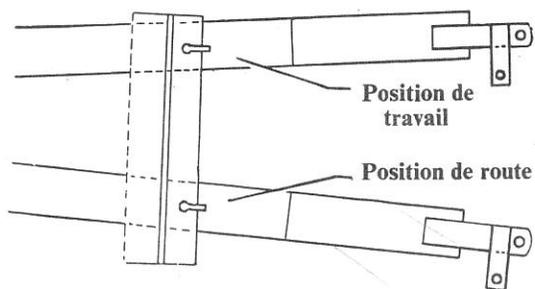
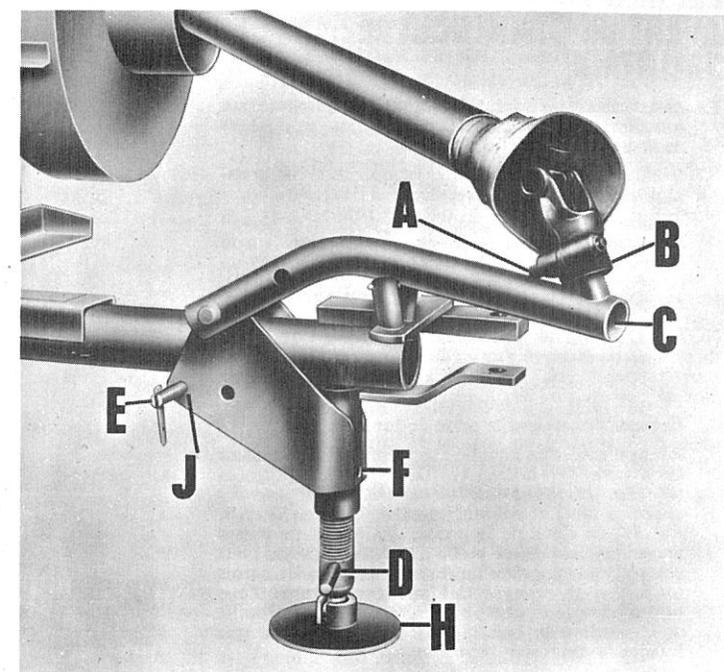
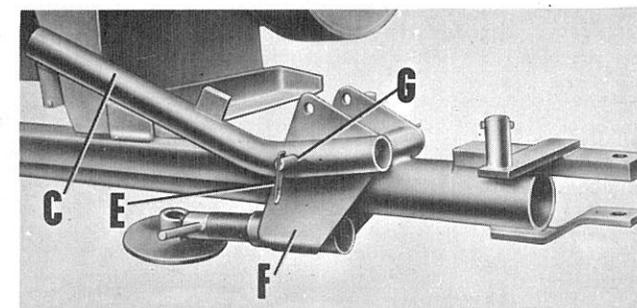

Fig. 9. Positions de travail et de route de la barre d'attelage de la presse.
Fig. 11. Adaption du cric de la presse.
Fig. 12. Adaption du cric de la presse.
La presse comporte une barre d'attelage pivotante à deux positions dont l'usage est indiqué par la Fig. 9. La position de route permet à la presse de s'aligner derrière le tracteur et de passer facilement à travers les portes et les chemins étroits.
1. Avant de transférer la barre d'attelage de la presse de sa position de route à sa position de travail, il faut retirer l'extrémité de l'arbre de prise de force du tenon (D, Fig. 11) où elle est accrochée pour le transport et la laisser libre.
4. La barre d'attelage de la presse étant en position de travail (voir Fig. 9), attacher la presse au tracteur au moyen du cric (voir Fig. 12 et instructions de la page 11) pour porter la barre à la hauteur voulue et fixer par une broche d'attelage.
6. Enfoncer la goupille à ressort (A, Fig. 11) et ajuster le joint universel (B, Fig. 11) sur l'arbre de la prise de force du tracteur (C, Fig. 11) pour laisser la goupille (A, Fig. 11) rejaillir en position de verrouillage.
7. Pour assurer la sécurité en cours de route, accrocher l'arbre de commande de la prise de force au tenon sur le tube rallonge (C, Fig. 11) qui est fixé au support de cric (F, Fig. 11) à l'avant du timon.
Pour l'accrocher, enfoncer la broche à dégagement instantané (A, Fig. 11) et adapter l'arbre à cardan sur le tenon du tube rallonge (C, Fig. 11) en permettant la broche (A, Fig. 11) de se verrouiller.
La presse est pourvue d'un cric réglable tel que représenté à la Fig. 11. Pour atteler la presse au tracteur, régler la hauteur du timon de la presse en tournant la manivelle (D, Fig. 11). Après avoir obtenu la hauteur désirée, attacher le timon au tracteur au moyen d'une broche d'attelage. Une fois la presse attelée au tracteur, enlever la broche de fixation (E, Fig. 11), basculer vers l'arrière le cric jusqu'à ce que la semelle (H, Fig. 11) soit pliée sous le timon tel qu'illustré à la Fig. 12.
Pivoter en arrière le tube support (C, Fig. 12) jusqu'à ce que les trous dans le support de cric (F, Fig. 12) et du tube support (C, Fig. 12) sont alignés. Introduire à travers les trous (G, Fig. 12) la broche de fixation (E, Fig. 12) pour maintenir en position.
Pour dételer la presse du tracteur, retirer la broche de fixation (E, Fig. 12) des trous du support de cric (F, Fig. 12) et du tube support (C, Fig. 12). Balancer vers l'avant le support de cric (F, Fig. 11) jusqu'à ce que la semelle (H, Fig. 11) soit parallèle au sol tel que représenté à la Fig. 11. Introduire la broche de fixation (E, Fig. 11) dans le trou (J, Fig. 11), et basculer le tube support (C, Fig. 11) à sa position avancée tel que représenté Fig. 11.
Effectuer un dernier réglage de hauteur au cric en tournant la manivelle (D, Fig. 11) jusqu'à ce que le poids de la presse soit transféré de la barre d'attelage du tracteur au cric.
Détacher la prise de force (B, Fig. 11) de l'arbre du tracteur et la verrouiller sur le tenon du tube support (C, Fig. 11).